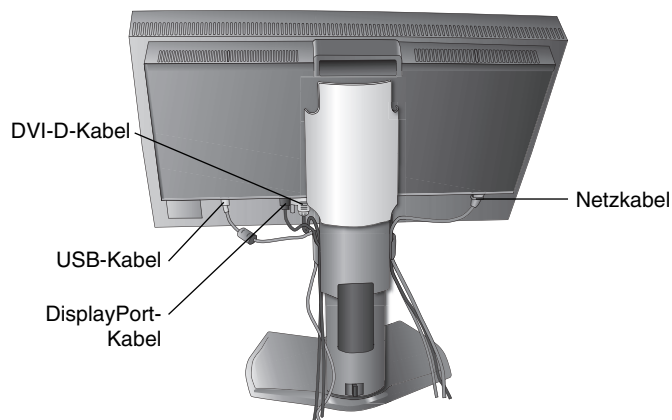
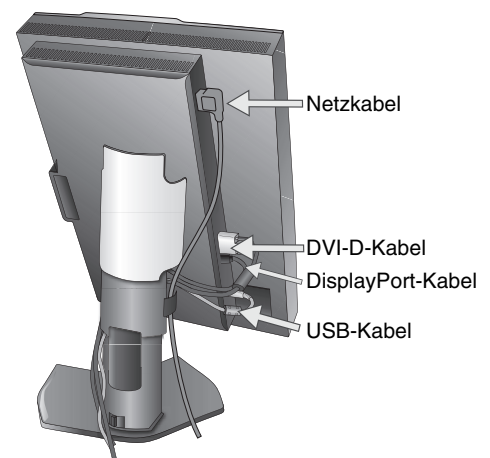

**Abbildung C.1**
**Abbildung C.1a**
4. Verbinden Sie alle Kabel mit den entsprechenden Anschlüssen (**Abbildung C.1**). Wenn Sie das USB-Kabel verwenden, verbinden Sie den Stecker des Typs B mit dem USB-Upstream-Anschluss rechts auf der Rückseite des Monitors und den Stecker des Typs A mit dem USB-2.0-Downstream-Anschluss am Computer (**Abbildung C.1a**). Wenn Sie das Kabel eines USB-Geräts verwenden, müssen Sie es in einen der Downstream-Anschlüsse des Monitors einstecken.